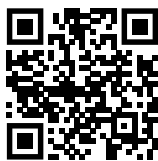

Fig. 173
- Abrir el Liebherr SmartMonitoring Dashboard. (consulte Fig. 173).